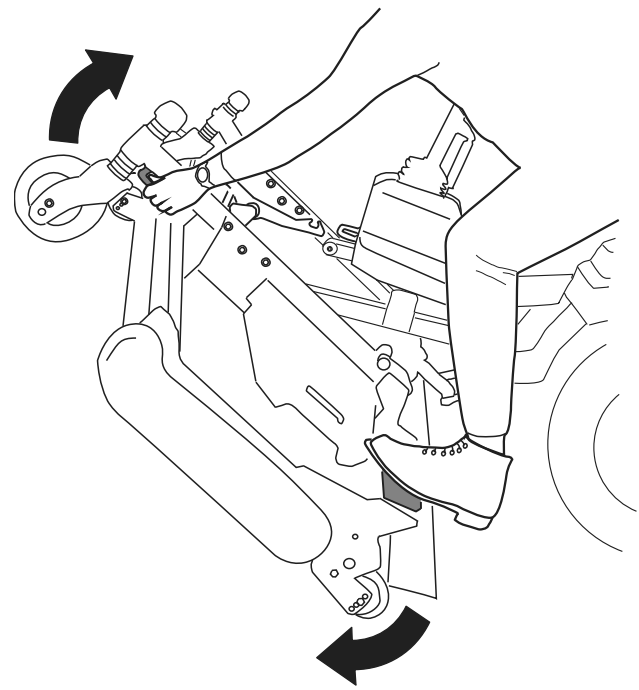
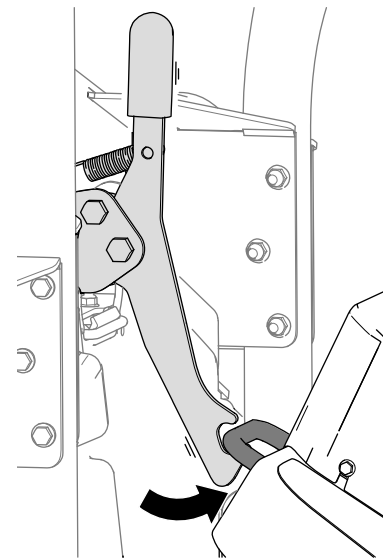
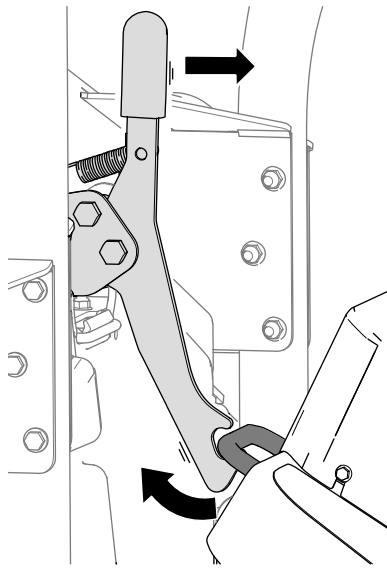

Bild 35
Bild 36
Bild 37
5. Drehen Sie das Mähwerk (**Bild 35**) so, dass die Verriegelung in die Befestigungshalterung (**Bild 36**) einrastet.
1. Lösen Sie die Verriegelung des Mähwerks von der Befestigungshalterung (**Bild 37**), indem Sie das Mähwerk leicht nach vorne drehen (siehe **Bild 35**) und den Verriegelungsgriff nach vorne ziehen.